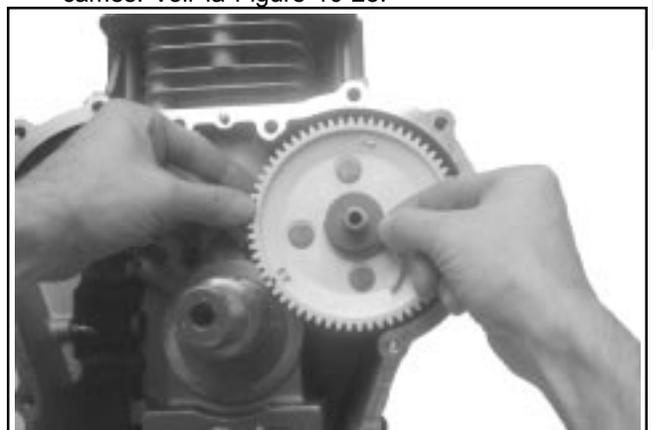

Figure 10-25. Installation des engrenages à cames côté échappement.
- Lever le levier à cames côté échappement et installer l'engrenage à cames côté échappement avec le décompresseur automatique sur l'arbre à cames en engageant la fente sur le téton d'entraînement supérieur. Tourner l'engrenage et l'arbre de manière à ce que la marque « EX » de l'engrenage à cames se place à la position 8 heures. Installer la rondelle de butée sur l'arbre à cames. Voir la Figure 10-25.